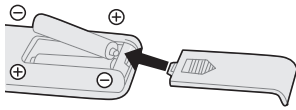

Fig.1
- Futni bateritë dhe sigurohuni që bateritë të vendosen siç tregohet Fig.1.